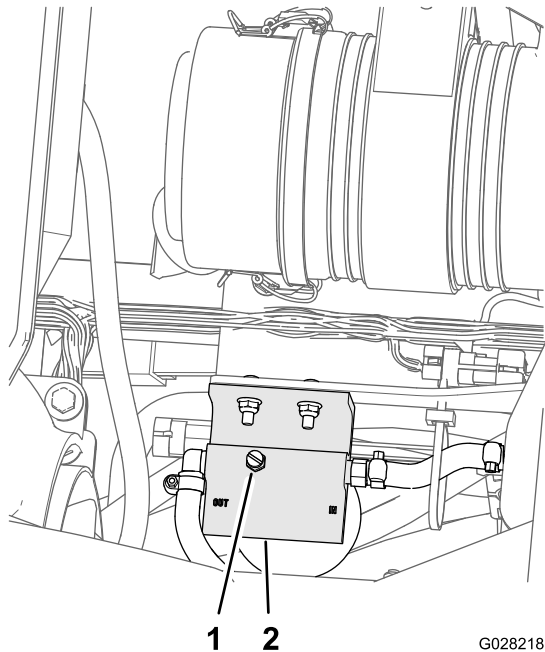

Figura 79
5. Afloje el tapón de ventilación situado en la parte superior del separador de combustible/agua (Figura 79).
7. Apriete el tapón de ventilación y gire el interruptor de arranque a la posición de DESCONECTADO (Figura 79).